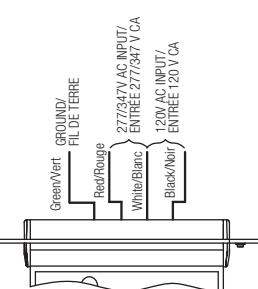

**Fig. 6 Wiring Diagram / Schéma de Câblage**
- Make the proper wire connections (Fig. 6).
- Make proper electrical connections at J-box in the metal box or at junction box in the ceiling (Fig. 6).
- Make proper electrical connections inside the junction box (Fig. 6).
- Effectuer les branchements électriques appropriés (Fig. 6).
- Effectuer les branchements électriques appropriés à la boîte de jonction dans le boîtier en métal ou à la boîte de jonction à l'intérieur du plafond (Fig. 6).
- Effectuer les branchements adéquats dans la boîte de jonction (Fig. 6).